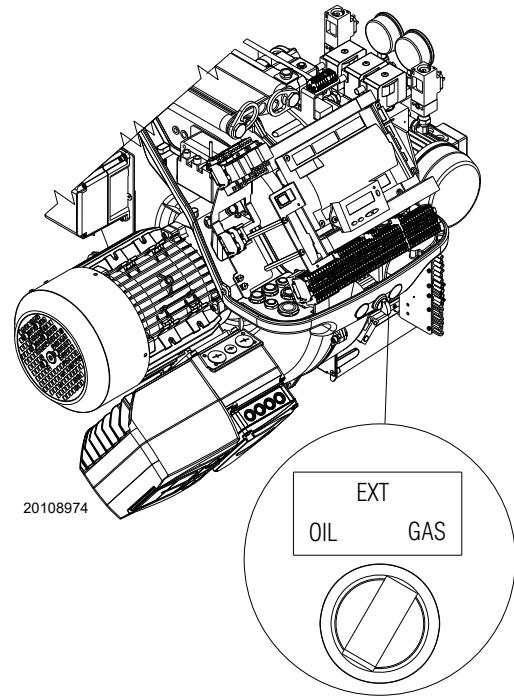

Рис. 39
- 1 за допомогою селектора **OIL-EXT-GAS** (Рис. 39);